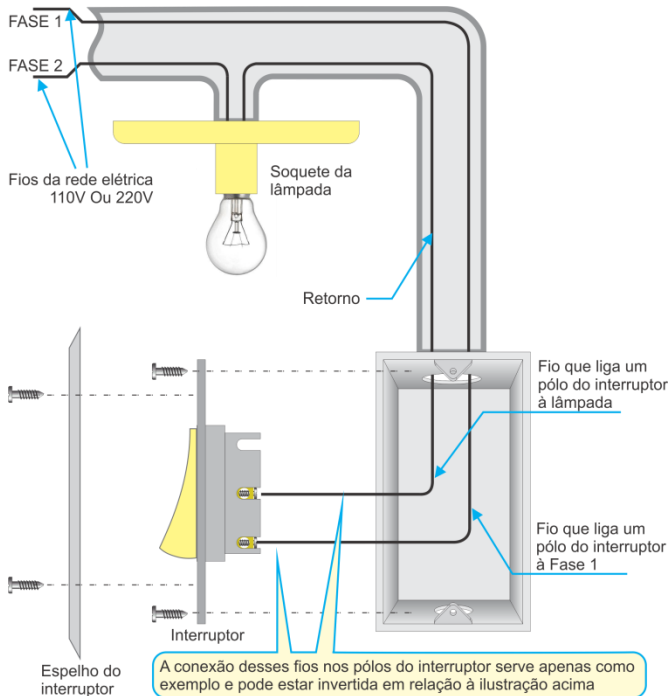

Figura 2
Na figura 2 abaixo está ilustrada uma instalação comumente usada entre um interruptor e uma lâmpada. A ilustração da figura 2 assume que a Fase 1 está ligada diretamente ao interruptor e a Fase 2 está ligada diretamente à lâmpada. As Fases 1 e 2 podem ser:
- Após a identificação dos fios conforme ilustrado na figura 2, **DESLIGUE A ENERGIA ELÉTRICA** desligando o disjuntor correspondente na caixa de distribuição.